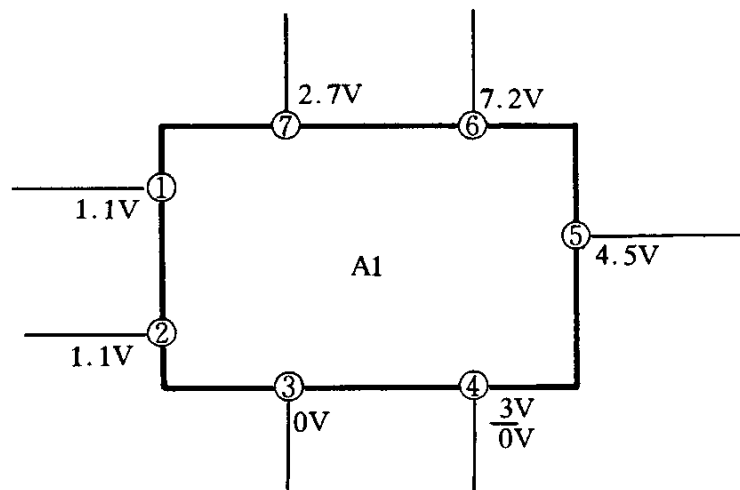

图 1-4 集成电路直流电压标注示意图
(1) 在电路符号中往往用字母或拼音来表示元器件，集成电路过去通常用 IC 表示，IC 是英文 Integrated Circuit 的缩写。在国产电器的电路图中，还有用 JC 表示的。最新的规定分为几种：用 A 表示模拟集成电路放大器，用 D 表示集成数字电路，但在许多电路图中并没有这样具体地区分，大都用 A 表示集成电路。
(2) 在进行电路工作原理分析时，从集成电路的电路符号上至少可以看出该集成电路有几根引脚，且与这些引脚相连的元器件与该集成电路一起构成一个完整的单元电路。一般情况下，引脚愈多的集成电路，其功能愈复杂，相应的外电路也复杂。
(3) 进行电路故障的检修时，有不少的集成电路在电路符号上都标出了各引脚的直流工作电压，如图 1-4 所示。这是一个十分重要的修理资料，有了它可以大大方便故障的检查。例如，①脚和②脚上标有 1.1V，表示在正常工作时，集成电路的这两根引脚的直流工作电压为 1.1V。④脚上标注有两种电压，这是该引脚在不同工作状态下的两个直流电压值，通常主要工作状态是上面(3V)这